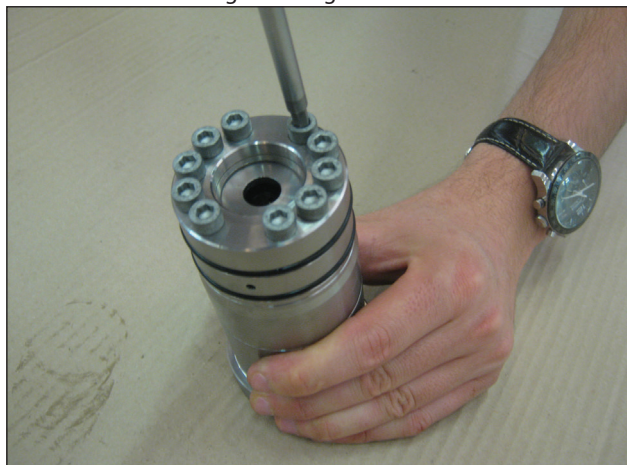

Fig. 124
- Rimuovere le viti M8x100 fissaggio supporto guarnizioni LP, supporto guarnizioni HP a camicia come indicato in Fig. 124, e procedere alla separazione di tutti i componenti come indicati in Fig. 125 e Fig. 125/a.